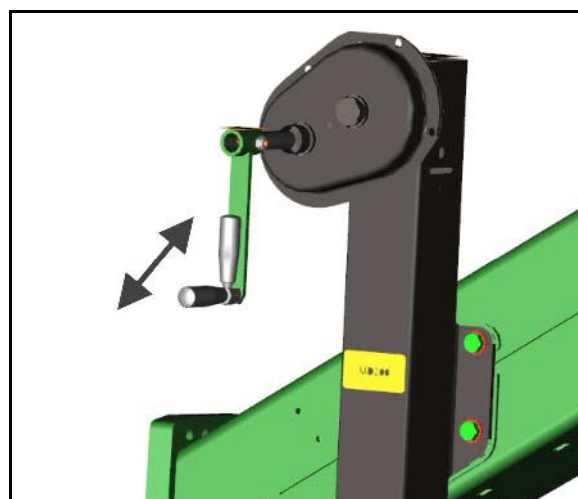

Рис. 56
Создание технологических колей представлено на рисунке (Рис. 56) на нескольких примерах:
1. См. в таблице (Рис. 56):
На рисунке (Рис. 56) показаны примеры создания технологических колеи с 4-м, 6-м и 8-м ритмом переключения.
На рисунке (Рис. 56), наряду с другими, показаны примеры для создания технологической колеи со 2-м, и 6 плюс ритмом переключения.